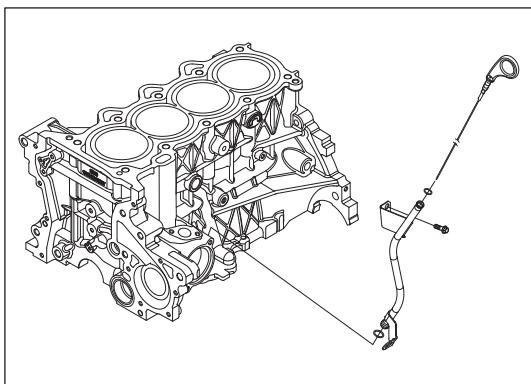

Рис. 11-3-10. Установка маслоизмерительного щупа и трубки маслоизмерительного щупа
- (3) Установка маслоизмерительного щупа и трубы маслоизмерительного щупа
- a) Вставить нижний конец трубы маслоизмерительного щупа в соответствующее отверстие в верхней части блока цилиндров, как изображено на рис. 11-3-10.